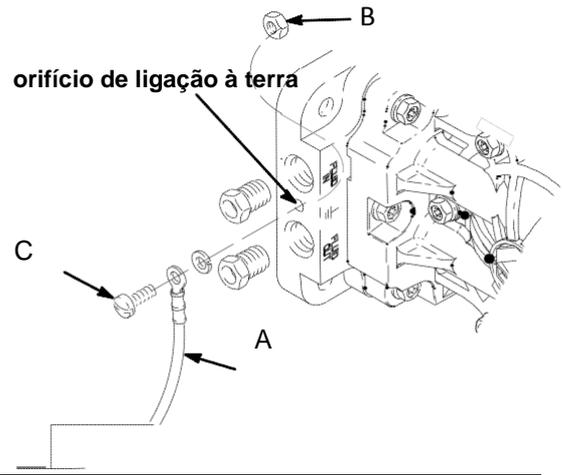

FIG. 1
As bombas de polipropileno não condutor e PVDF são não condutoras. Quando bombeia fluidos inflamáveis condutores, ligue **sempre** à terra todo o sistema de fluido. Certifique-se de que o fluido tem um caminho elétrico para uma ligação à terra verdadeira, Consulte a fig. 1. **Nunca** utilize uma bomba de polipropileno não condutor ou PVDF numa atmosfera explosiva ou com fluidos inflamáveis não condutores, conforme definido pelo seu código contra incêndio.
Bomba: Ligue um fio de terra (A) e braçadeira, nº de peça 819.0157. Consultar Fig. 1. As localizações de ligação à terra da bomba encontram-se no distribuidor entre as portas de entrada e de saída. Use a porca (B) e o perno (C) fornecidos com a bomba e instale como se segue: